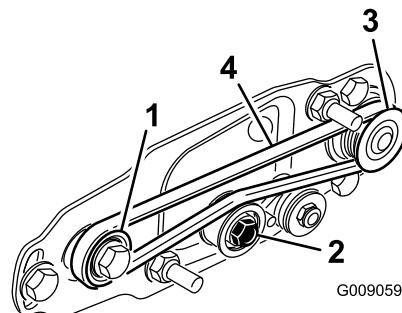

Bild 41
- Verlegen Sie den Riemen um die **Antriebsscheibe** und dann über die Oberseite der Spannscheibe (Bild 41).
- Verlegen Sie den Riemen von der **Antriebsscheibe** ausgehend (Bild 41).